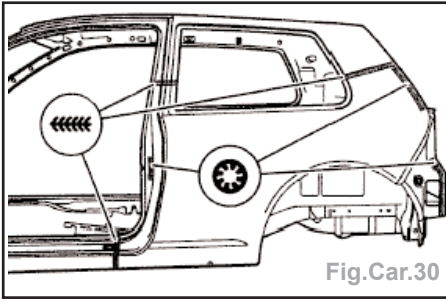

Fig.Car.30
- effectuer la soudure en bord à bord des zones d'accostage en cordon continu sous gaz de protection (Fig.Car.30),